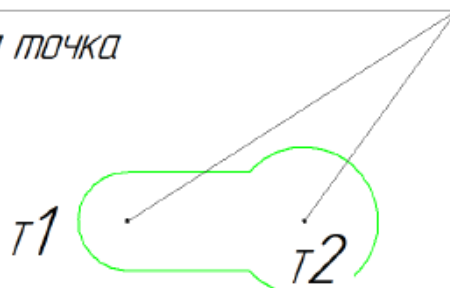
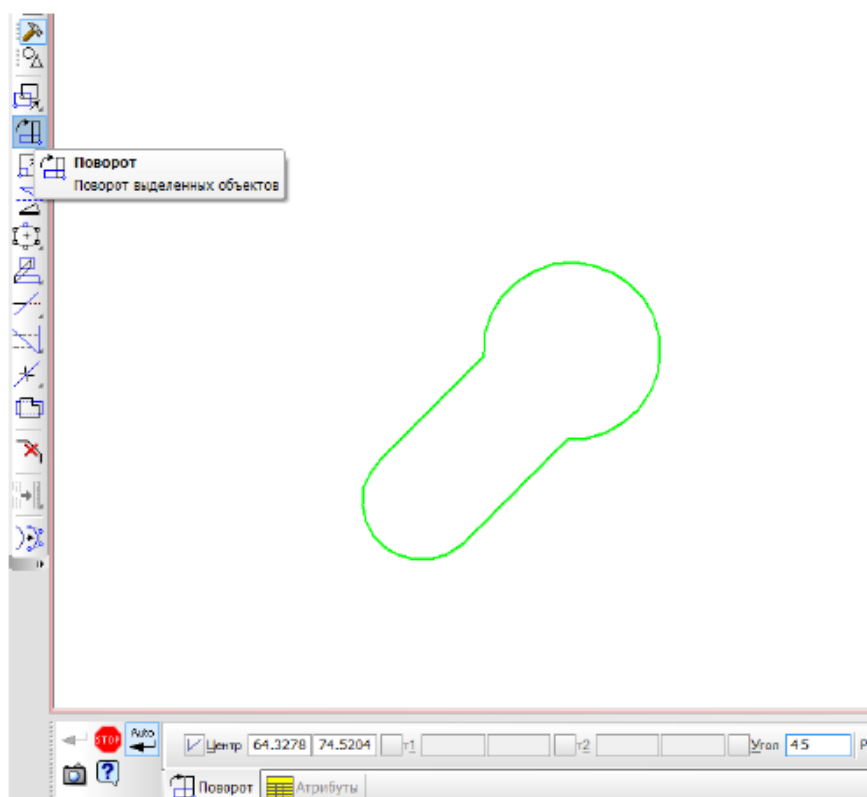

Рисунок 112 – Построение элемента сложного отверстия
Рисунок 113 – Построение элемента сложного отверстия
7.5 Поворот. Выделите сложное отверстие рамкой, рис. 112, а
В панели **Редактирование** , выберите команду **Поворот** . Наведите курсор на центр окружности  $\varnothing 10$ , сработает привязка (Ближайшая точка), щелкните один раз (левая кнопка мыши). Вторую точку выберете в центре окружности  $\varnothing 15$ , рис. 112, б. Опустите курсор вниз (панель свойств) и внесите угол поворота  $45^\circ$ , нажмите **Enter** затем **Esc**. (Рис. 113).